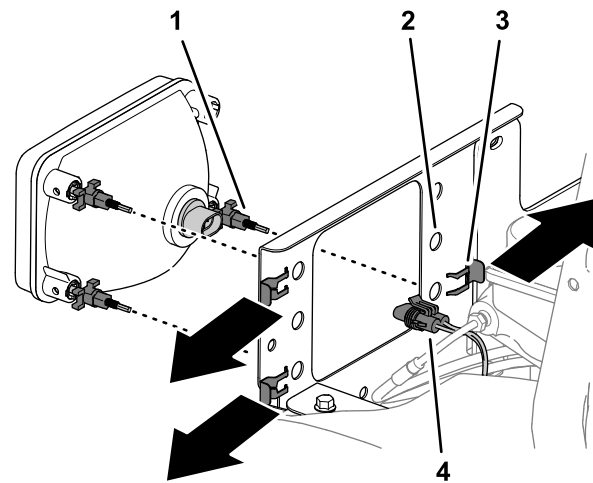

Рисунок 43
- 2. Снимите 3 зажима с 3 гаек регулировки фар и снимите фару с кронштейна фары (Рисунок 43).
- 1. Отсоедините 2-гнездовой разъем жгута проводов автомобиля от 2-штыревого разъема в задней части фары (Рисунок 43).
5. Вставьте 3 гайки регулировки фар через отверстия в кронштейне крепления фары и зафиксируйте гайки зажимами (Рисунок 43), снятыми при выполнении пункта 2.